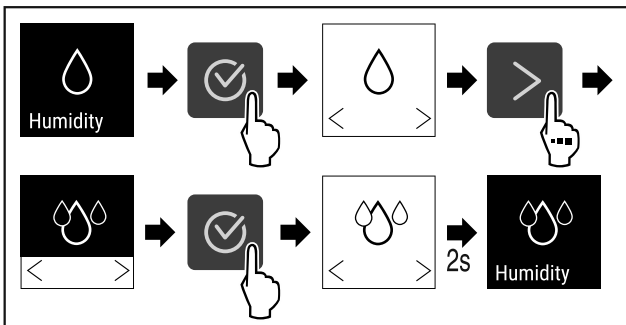

Fig. 38 \*
▶ Изпълнете стъпките (виж Fig. 38) .\*